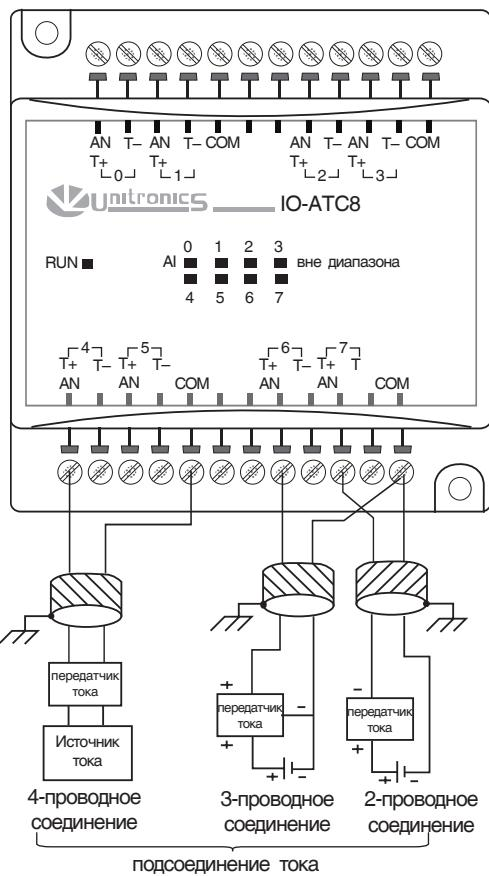

Рис. 46
- Используйте соответствующую разводку, как показано на рис. 46.